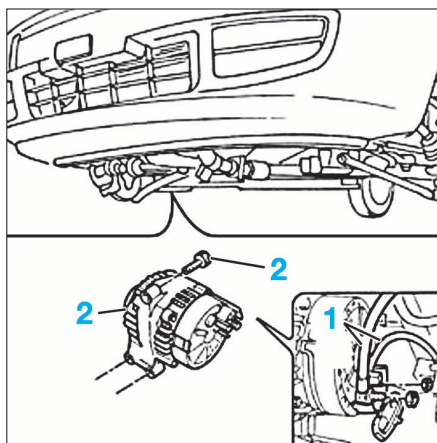

FIG. 27
- Déconnecter les câbles d'alimentation (1) (Fig.27).
- Déposer les fixations (2).